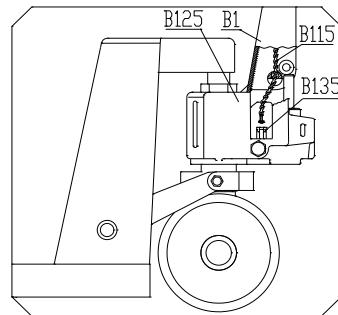

Рисунок 2.
- Поверните шкворень поворотной цапфы B118, чтобы установить вертикальную ось большого желоба шкворня поворотной цапфы. Расположите роликовую цепь B115 ручки поперек через желоб в шкворне поворотной цапфы B118. См. Рис. 2.
- Поместите винт и гайку на конце роликовой цепи B115 в паз опоры рычага B135. См. Рис. 2. и 5.